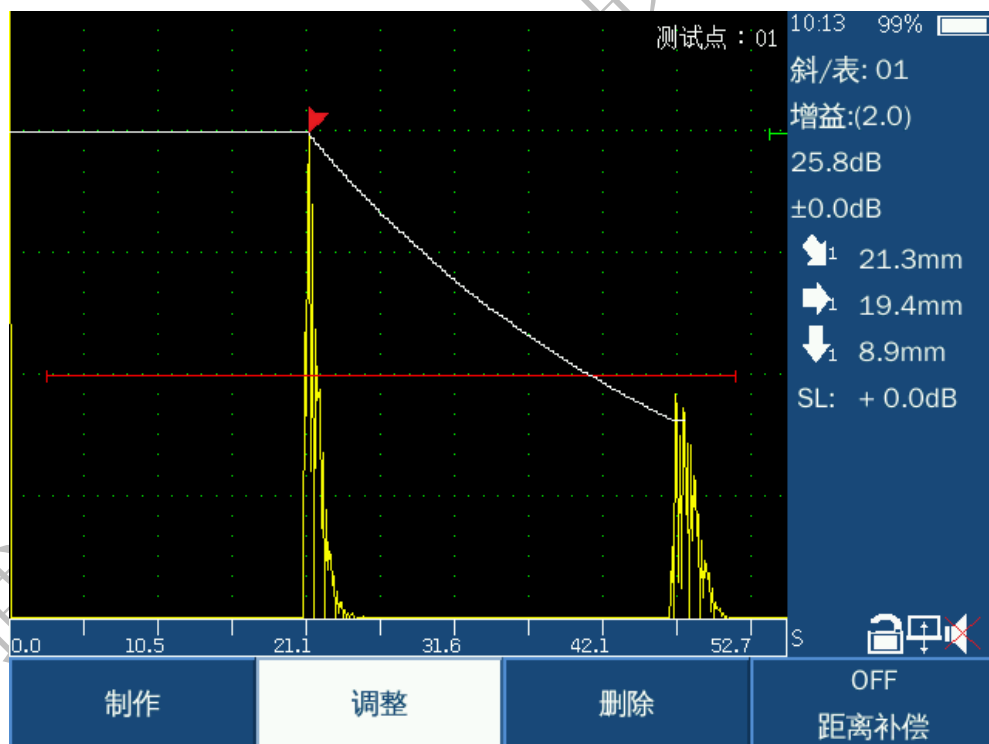

图 13
10. 按调整键，进入调整界面，按方向键调整曲线，继续按调整键，切换，调整曲线节点，按确认退出调整界面，可反复操作（图 13）